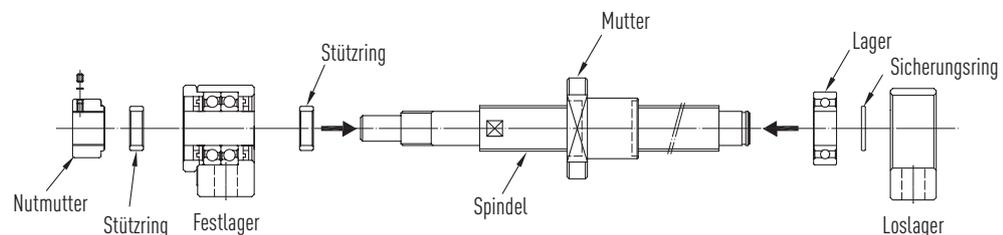

Abb. 4.17 Explosionszeichnung des Kugelumtriebs mit Lagereinheiten
- ▶ Befestigen Sie das Loslager mit dem Sicherungsring an der Spindel des Kugelumtriebs (siehe Abb. 4.17).